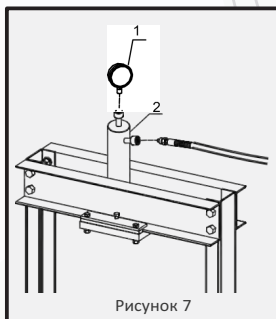

Рисунок 7
8. Подсоедините манометр (1) и шланг к раме. См. Рисунок 7.
5. Совместите отверстия на верхней балке (6) с отверстиями в верхней части стоек рамы (10) и закрепите их на месте с помощью болтов (7), шайб (8) и гаек (9). Прикрепите пластину основания рамы (11).
6. Прикрепите раму (2) с помощью большой гайки рамы (12). Вставьте опорные штифты (14) в отверстия в стойках рамы. Наклоните стол пресса (13) так, чтобы направляющие стола пресса находились над стойками рамы, затем опустите его на место по стойкам рамы, чтобы стол пресса опирался на опорные штифты.
7. Прикрепите насос (25) к раме с помощью болтов (22) (15), шайб (23) (16) и гайки (17). Закрепите пружину (30) педального узла с помощью болта (15). Установите педаль с помощью гайки (24) и шайбы (23). Присоедините педальный узел к рукоятке с помощью болта (26), гаек (24) и (27).
8. Установите манометр (1) и шланг на плунжер, используя уплотнительное кольцо (34). См. Рисунок 7.
7. Прикрепите насос (26) к раме с помощью болтов (25) и шайб (23).
8. Установите манометр (1) и шланг на плунжер, используя уплотнительное кольцо (27). См. Рисунок 7.